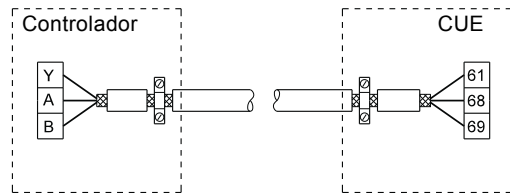
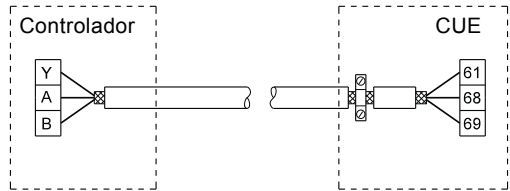

Fig. 22 Ejemplo de conexión de un cable de bus de 3 conductores con pantalla conectada en ambos extremos
Fig. 23 Ejemplo de conexión de un cable de bus de 3 conductores con pantalla conectada en el CUE (controlador sin abrazaderas para cables)
- Conecte la pantalla a masa en ambos extremos tanto para cables de señal como para cables de motor. Véase la fig. 22. Si el controlador no tiene abrazaderas para cables, conecte sólo la pantalla al CUE. Véase la fig. 23.